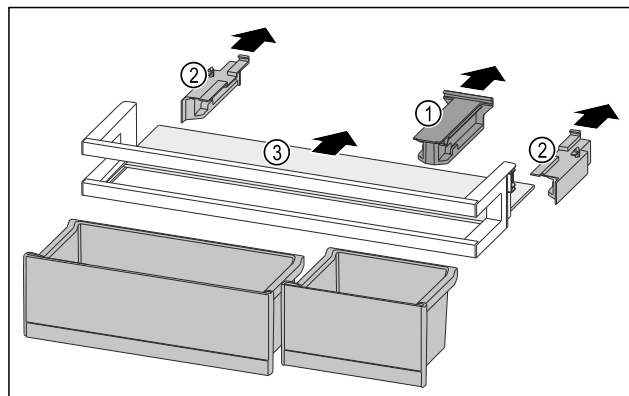

Fig. 137
- ▶ Estrarre l'elemento di tenuta Fig. 137 (1).
- ▶ Togliere gli elementi laterali Fig. 137 (2).
- ▶ Rimuovere il ripiano Fig. 137 (3).